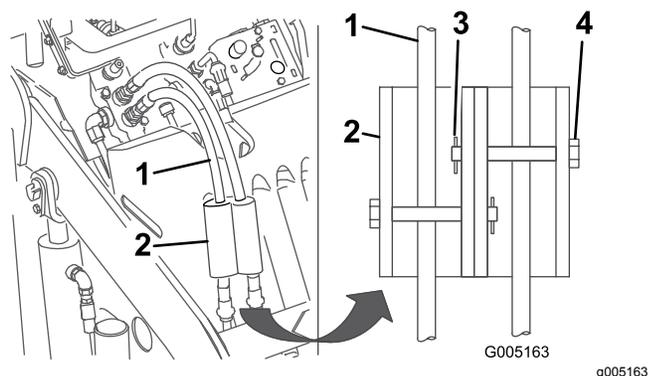

Рисунок 16
7. Поместите замки гидроцилиндров на шланги и закрепите их шплинтуемыми штифтами и шплинтами (Рисунок 16).